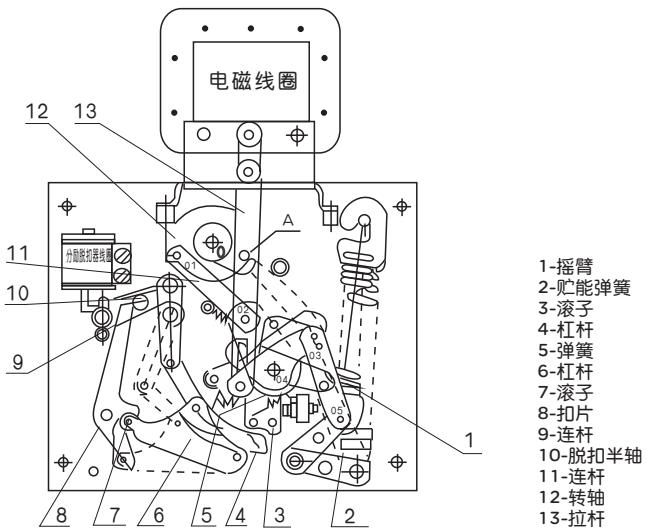

图8 操作机构原理图
□ 操作机构(见图8)断路器(限流断路器)的操作机构采用弹簧贮能完成闭合，使其触头闭合速度与操作速度无关，操作机构是由脱扣器，贮能弹簧，连杆、摇臂等组成，操作机构具有贮能再扣、闭合，断开三种性能。